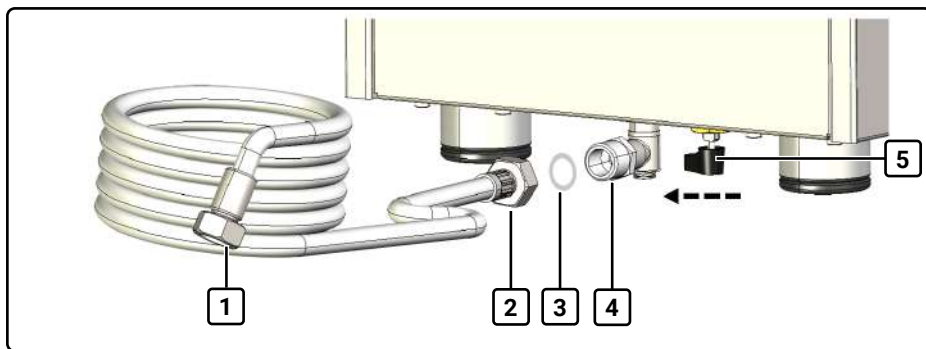

Fig. 5 Vue arrière avec vanne rotative et pièce de raccordement d'eau
2. Vissez le tuyau de raccordement d'eau (2, Fig. 5) fourni à la pièce de raccordement d'eau (4, Fig. 5) située sous la machine. Utilisez pour cela le joint (3, Fig. 5).
4. Raccordez le tuyau de raccordement d'eau (1, Fig. 5) à l'alimentation d'eau.
5. Tournez la vanne rotative (5, Fig. 5) en position de raccordement d'eau permanent. La vanne pointe vers la pièce de raccordement d'eau (4, Fig. 5).